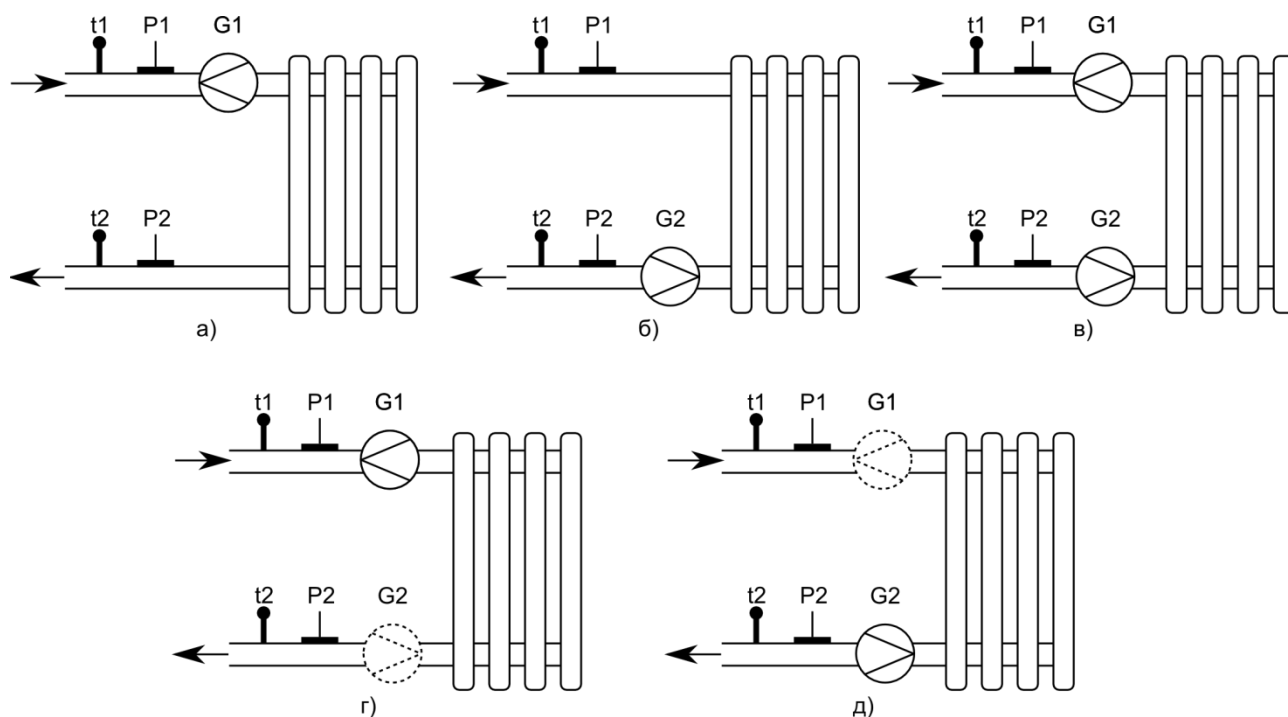

Рисунок 3.9. Конфигурации ЗТК
1) учёт тепла ведётся по показаниям расходомера, установленного на подающем трубопроводе (рисунок 3.9 а)) - конфигурация ЗТК1;
2) учёт тепла ведётся по показаниям расходомера, установленного на обратном трубопроводе (рисунок 3.9 б)) - конфигурация ЗТК2;
3) учёт тепла ведётся по показаниям обоих расходомеров: на подающем и обратном трубопроводе (рисунок 3.9 в)) - конфигурация ЗТК3;
4) учёт тепла ведётся по показаниям расходомера, установленного на подающем трубопроводе, контрольный расходомер установлен на обратном трубопроводе (рисунок 3.9 г)) - конфигурация ЗТК4;
5) учёт тепла ведётся по показаниям расходомера, установленного на обратном трубопроводе, контрольный расходомер установлен на подающем трубопроводе (рисунок 3.9 д)) - конфигурация ЗТК5.